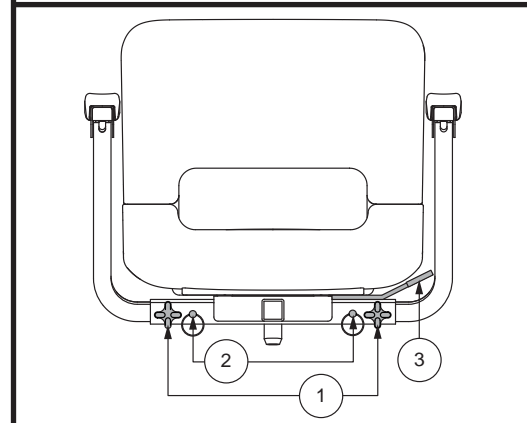

Figure 15. Ajustes en el asiento – Estilo A
1. Afloje los pomos de ajuste de los reposabrazos (fig. 15).
1. Tire hacia arriba de la palanca de bloqueo para desbloquear el asiento (**fig. 15 o 16**).